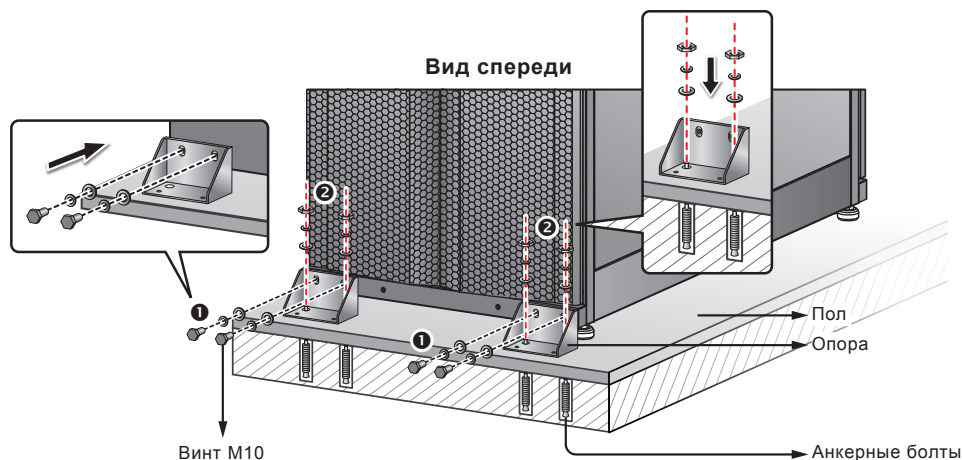

Рис. 5-2. Установка опор спереди
- 3) Торцевым ключом на 16 мм отверните 4 винта М10 ❶ и снимите с поддона две опоры, фиксировавшие ИБП при транспортировке. Прикрепите две опоры этими винтами к ИБП спереди. Для фиксации ИБП ❷ прикрепите опоры к полу анкерными болтами с гайками. Анкерные болты приобретаются отдельно. См. **Рис. 5-2**.